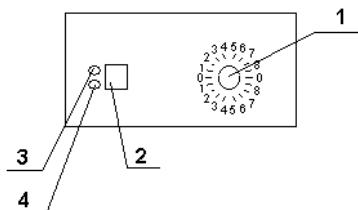

Рис.1
5.7 Панель управления конфоркой приведена на рис.1.